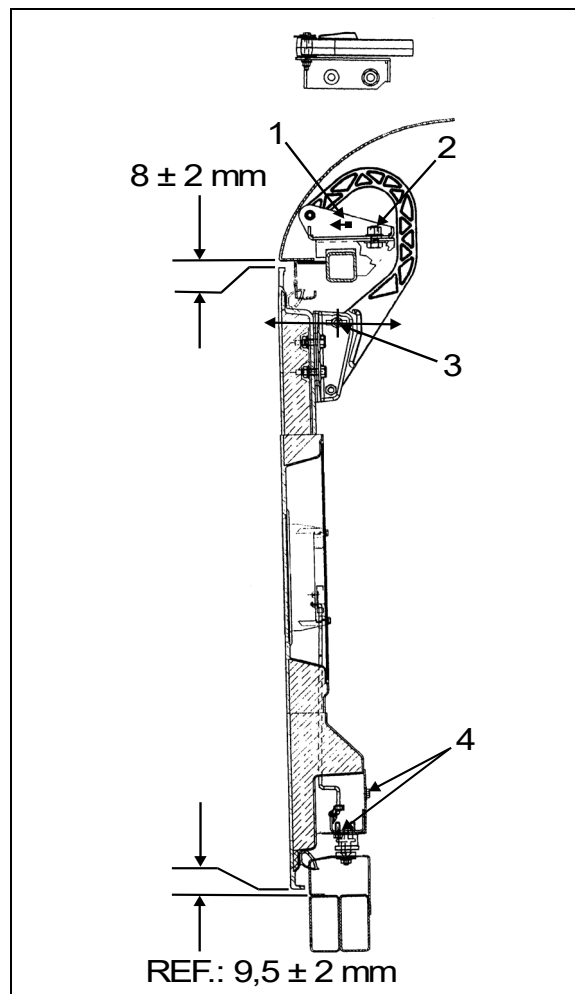

FIGURE 77 : CHARNIÈRE DE PORTE SUPÉRIEURE
2. Desserrer l'écrou (2, Figure 77).
3. Déplacer la pièce (1, Figure 77) le plus près possible de l'extérieur de l'autocar, de façon à ce qu'il y ait suffisamment d'espace pour que la porte s'ouvre.
4. Desserrer l'écrou (2, Figure 77).
5. Desserrer l'écrou (3, Figure 77). La charnière permet à la porte de bouger vers l'intérieur ou l'extérieur.
nécessaire, se servir de l'ajustement permis par la pièce mobile numéro 1, Figure 77.